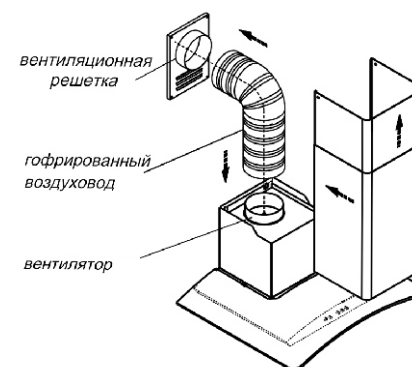

рис. 9
6.4 В зависимости от режима эксплуатации кухонной вытяжки соедините вентилятор с вентиляционной решеткой полужестким гофрированным воздуховодом (рис. 9) или установите на вентилятор **угольные фильтры***. Угольные фильтры устанавливаются на защитные решетки корпуса вентилятора (рис. 10, 10А).
- будьте осторожны при установке фальштруб (рис. 9), не повредите поверхности из нержавеющей стали. Их легко поцарапать.